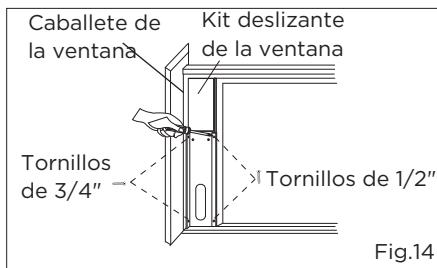

Fig.14
3.Cerrar el marco de la ventana con seguridad contra el kit deslizante de la ventana. (Fig.14)
4. Apretar los dos tornillos de 1/2" para asegurar el kit deslizante de la ventana al marco de la ventana. (Fig.14)
5.Apretar los dos tornillos de 3/4" para asegurar el kit deslizante de la ventana al caballete de la ventana. (Fig.14)